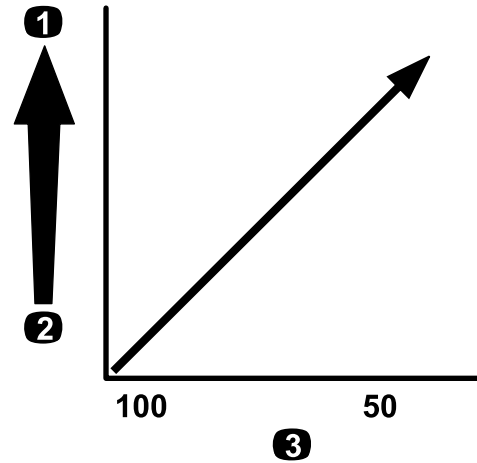

**Figura 80**
**Importante:** Cuando se fumiga con productos químicos de mayor viscosidad (más espesos) o soluciones de polvo humedecible, puede ser necesario utilizar una malla de filtro más gruesa para el filtro de boquilla opcional; consulte la Figura 80.